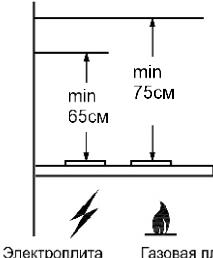

рис. 1
1.2 Вытяжку устанавливайте на высоте, как показано на рис. 1.
4.6 Установливайте кухонную вытяжку над плитой в соответствии с рис. 1.
- при установке кухонной вытяжки соблюдайте указания п. 1.2 (рис.1);